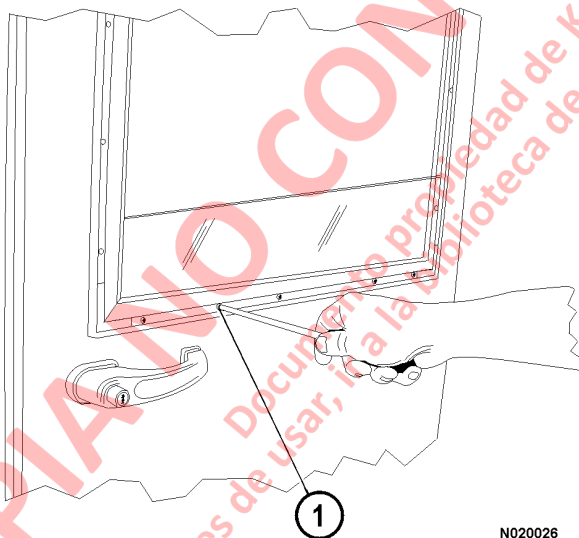

FIGURA 2-11.
10. Retire el material de protección de los tornillos (1, Figura 2-11) que sostienen el marco de la ventana a la puerta. Retire los tornillos.
Es posible que los tornillos a lo largo de la parte inferior exterior del marco de la ventana sean más cortos que los tornillos que van por la parte superior y los costados. Estos tornillos se deben usar en esta área para evitar que el vidrio de la ventana se raye o trice. Consulte la Figura 2-11.